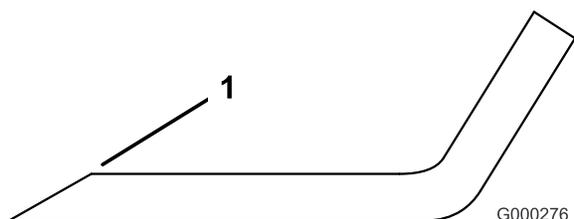

Figure 52
1. Au moyen d'une lime, affûtez les tranchants aux deux extrémités de la lame (Figure 52). Veillez à conserver l'angle de coupe d'origine. Limez la même quantité de métal sur chacun des deux tranchants pour ne pas déséquilibrer la lame.